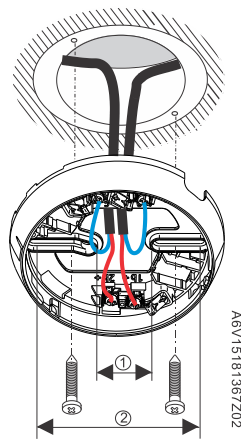
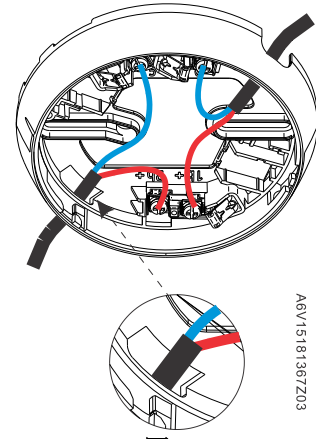

图 2
图 3
1. 将电缆通过进线孔穿进底座（图 2，图 3），电缆线径最大 8mm。
2. 直接将底座用螺钉固定在预埋盒上或平整表面（图 2）。
- 如果采用表面安装，有两个进线孔（图 3）用来进线。